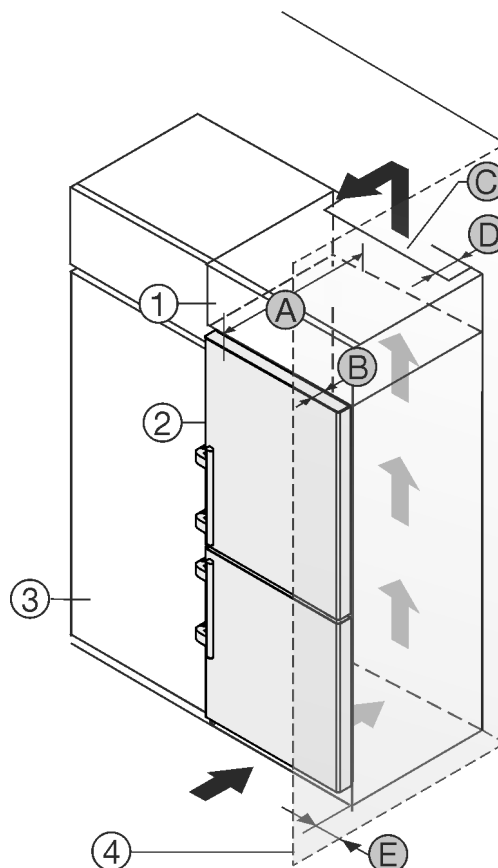

Fig. 2
- (1) Szafka nakładana*
- (2) Urządzenie*
- (3) Szafka kuchenna*
- (4) Ściana*
- (A) Głębokość urządzenia*
- (B) Głębokość drzwi*
- (C) Przekrój wentylacyjny*
- (D) Odstęp tylnej ściany urządzenia*
- (E) Odstęp od boku urządzenia*
Urządzenie można ustawić bezpośrednio obok szafki kuchennej Fig. 2 (3)*
Na tylnej ścianie szafki nasadzonej wymagany jest wywiewny kanał wentylacyjny o głębokości Fig. 2 (D) na całej szerokości szafki.*
Pod sufitem pomieszczenia należy zachować przekrój wentylacyjny Fig. 2 (C)*
Jeżeli urządzenie będzie ustawiane z zawiasami do ściany Fig. 2 (4), to pomiędzy urządzeniem i ścianą należy zachować minimalny odstęp, wynoszący 57 mm. Na taką odległość wystaje klamka przy otwartych drzwiach.*
By móc całkowicie otworzyć drzwi, urządzenie musi wystawać przynajmniej o głębokość drzwi Fig. 2 (B) za front szafki kuchennej. W zależności od głębokości szafek kuchennych Fig. 2 (3) oraz od zastosowania elementów dystansowych urządzenie może wystawać jeszcze bardziej.*